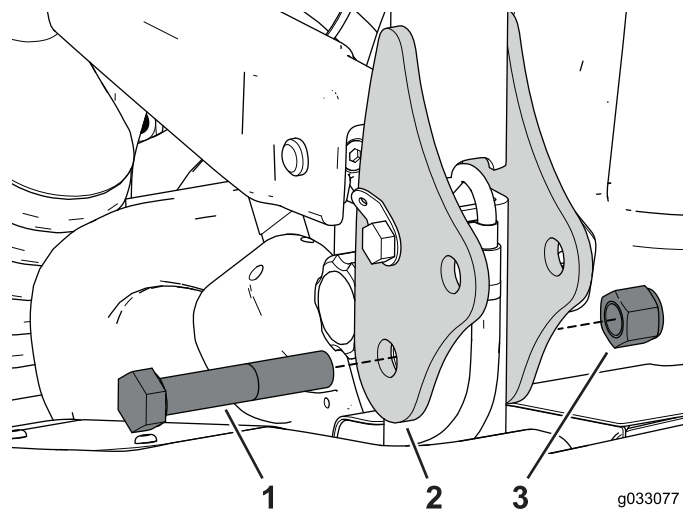

図 11
- ROPS についている引き手を取り外して、ボルト ¾ x 4" とロックナットに交換する 図 11。